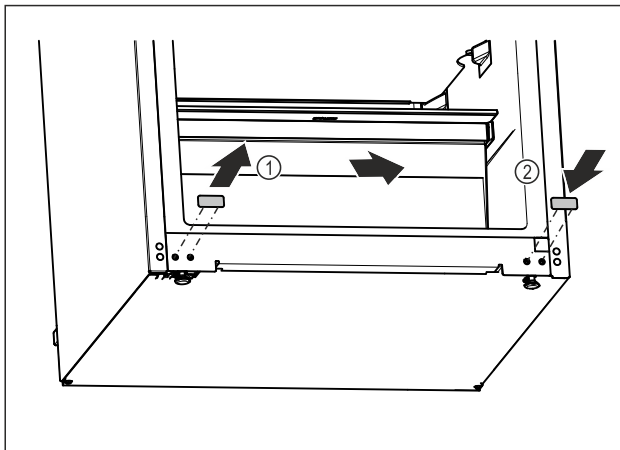

Fig. 20
- ▶ Ištraukite dengiamąjį kamštį. Fig. 20 (1)
- ▶ Įstatykite dengiamąjį kamštį priešingoje pusėje. Fig. 20 (2)